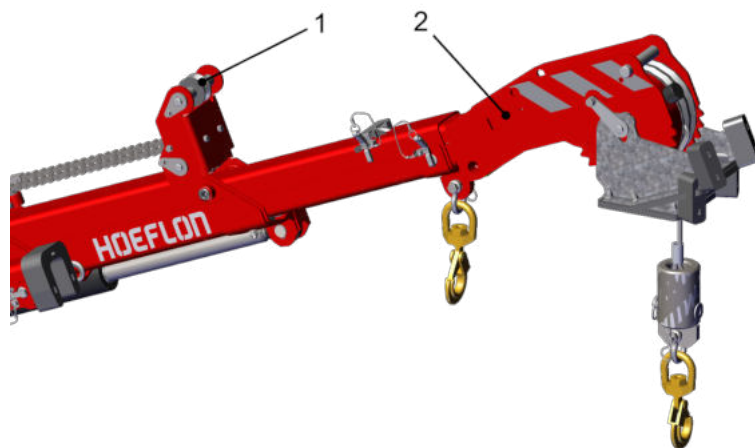

Abbildung 4.11 Seil anlegen
4. Führen Sie das Seil über die Seilrolle des Auslegers (1). Kontrollieren Sie, ob das Seil richtig über die Scheiben am Windenkopf (2) geführt wird (siehe Abbildung 4.11).